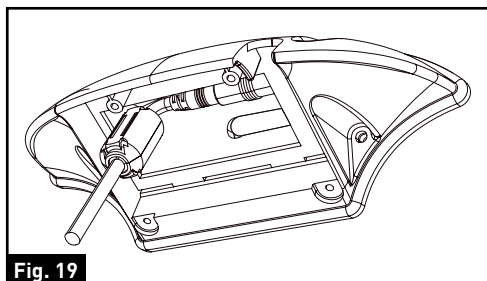

Fig. 19
11. Place the camera cable filter in the left of the bracket housing. (Fig. 19)
12. Coloque el filtro del cable de la cámara en la parte izquierda de la carcasa del soporte. (Fig. 19)